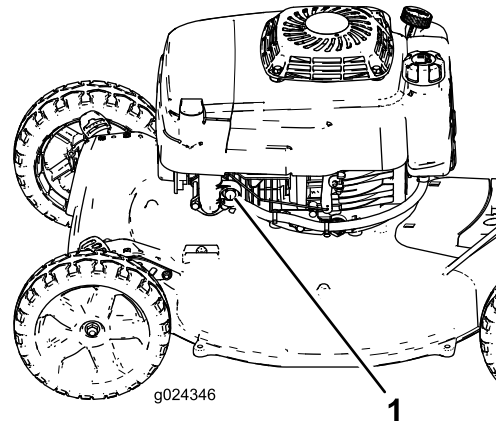

Figura 12
2. Apriete el cebador firmemente (Figura 12), manteniendo presionada la perilla durante un segundo.